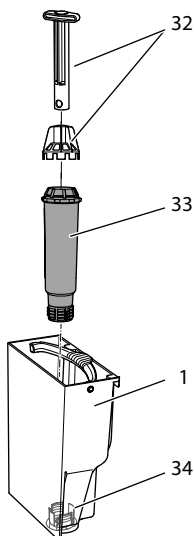

Fig. 19: Vissage/Dévisage de la cartouche filtrante à eau
- Retirer la cartouche filtrante à eau (voir Fig. 19 à la page 82).
9. Insérer une cartouche filtrante neuve dans le réservoir d'eau (voir Fig. 19).
3. Retirer la cartouche filtrante à eau (voir Fig. 19).